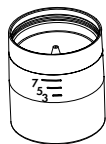

Рисунок 3-2
- Не переповнюйте ємність: рівень рідини не має бути вищим за обмежувальну (верхню) лінію з відміткою 7 мл (див. рис. 3-2).